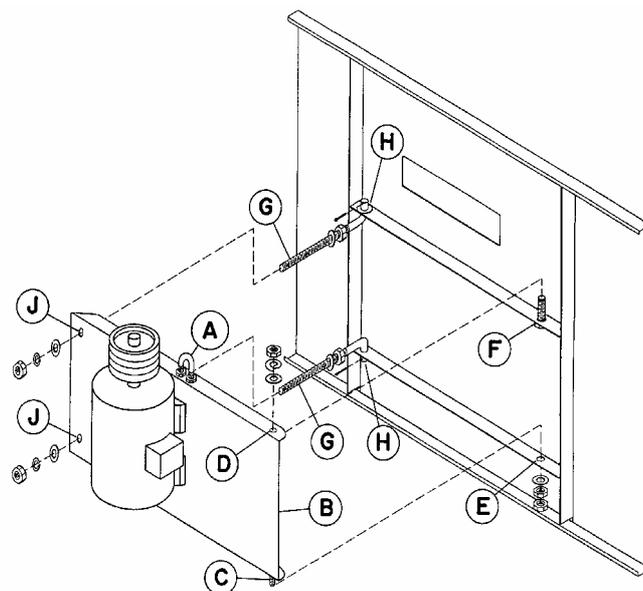

Figure 23 - Installation du Moteur Extérieur
1. Etudier la Figure 23 avant d'installer la base moteur sur l'unité